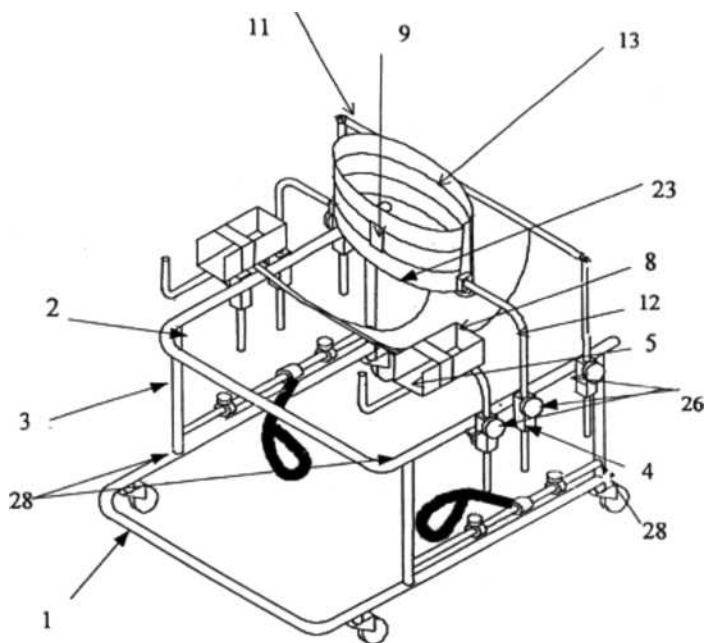

Рис. 1
1. Сборка ходовой части (рис.1)
3. Общая сборка ходунков по рис. 1